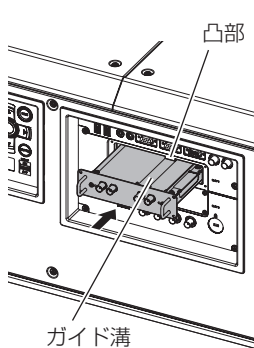

図 2
2) インターフェイスボードをプロジェクターに取り付ける (図 2)